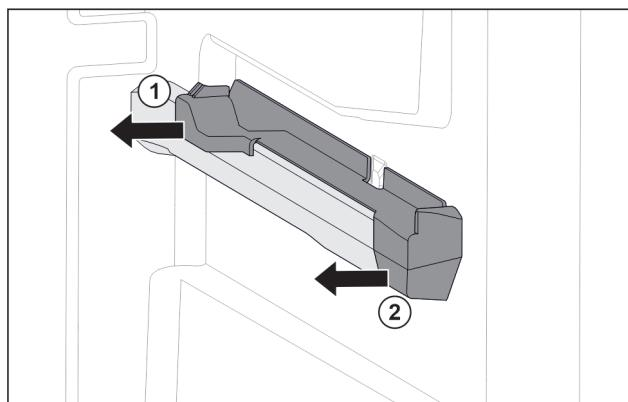

Fig. 124 Aufsteckteil auf der rechten Behälterrippe
- Aufsteckteil hinten zur Seite abziehen. Fig. 124 (1)
- Aufsteckteil vorne zur Seite abziehen. Fig. 124 (2)